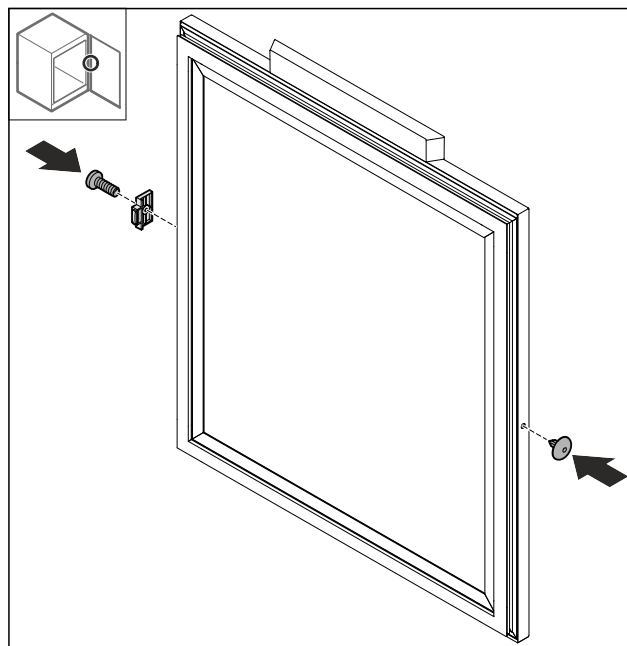

Fig. 48
- ▶ Смонтируйте ограничитель хода двери Fig. 48 (1) на противоположной стороне, повернув его на 180°.
- ▶ Установите крышку Fig. 48 (2) на противоположной стороне.